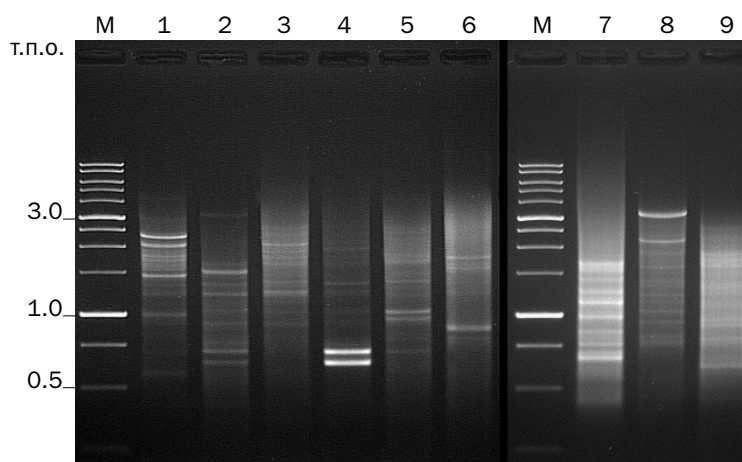

Рис. 3. Результат гель-электрофореза на агарозе (1.2%) образцов кДНК из различных источников, приготовленных с помощью набора Mint:
- ▶ Как правило, распределение длин молекул в образце дц-кДНК примерно соответствует распределению длин в образце исходной РНК. Для большинства образцов из тканей млекопитающих кДНК, обогащенная полноразмерными последовательностями, выглядит на геле как шмер длиной от 0.5 до 6 т.п.н. кДНК из других организмов может иметь меньший размер, например до 3 т.п.н. (рис. 3).
На рис. 2 приведен результат амплификации кДНК из мозга человека. Вследствие высокой сложности полиА⁺ фракции мозговой РНК, эта кДНК не имеет ярких полос. Сходный паттерн имеет кДНК из селезенки и вилочковой железы (тимуса). кДНК из других тканей, как правило, имеет несколько ярких полос, соответствующих высокопредставленным транскриптам (рис. 3).